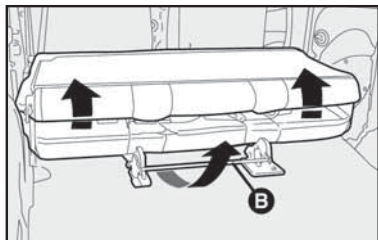
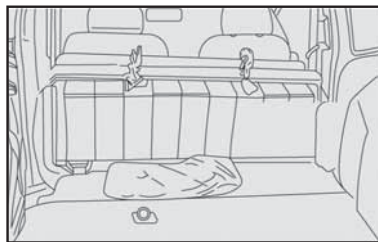

fig. 95
fig. 96
2) Rebater o banco traseiro completo para frente, puxando-o pela parte central da alavanca **B-fig. 95** no sentido da seta, inclinando-o para frente de maneira a obter uma superfície de carga única no mesmo nível do porta-malas **fig. 96**.